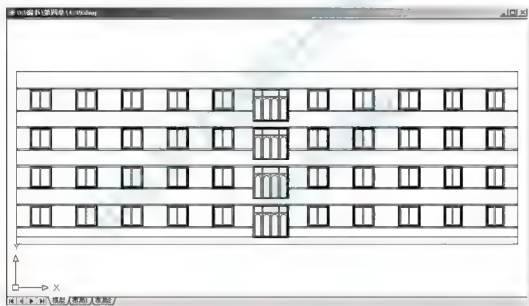

图 4.40 阵列生成并修整 2、3、4 层的阳台门
(10) 用【阵列】命令生成 2、3、4 层的阳台门，【阵列】对话框中的参数设定为 4 行、1 列、行偏移 3300。同时使用【修剪】命令剪掉与各层门相交的窗台线，结果如图 4.40 所示。